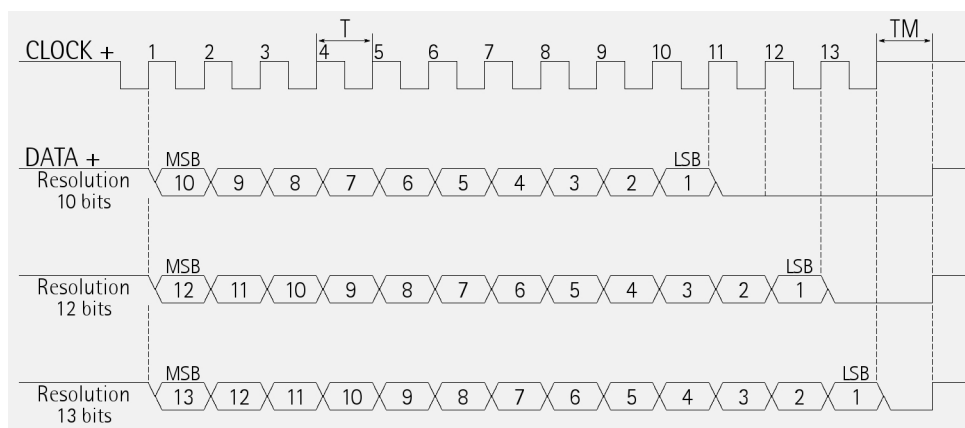
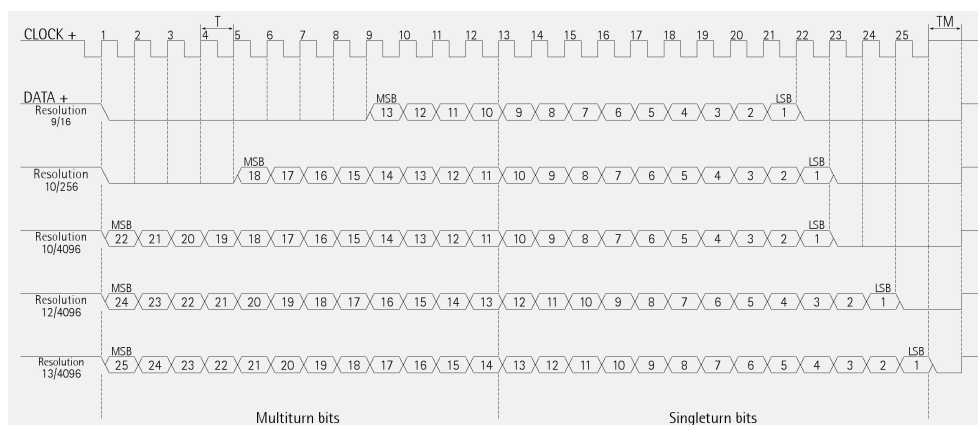

Figura 2 - Esempi schema protocollo ad albero monogiro
Figura 3 - Esempi schema protocollo ad albero multigirotto
5.3 PROTOCOLLO AD ALBERO "TREE FORMAT" (Figura 2 e Figura 3)
CONFIGURAZIONE), i bit non utilizzati sono forzati al livello logico BASSO (0) e precedono l'informazione multigirotto da un lato e seguono l'informazione monogirotto dall'altro. E' evidente che il protocollo ad albero è incompatibile con encoder monogirotto oltre i 13 bit ed encoder multigirotto oltre i 25 bit (e comunque con parte monogirotto oltre i 13 bit). Nelle Figure sono riportati alcuni esempi del protocollo TREE FORMAT rispettivamente a 13 bit monogirotto (Figura 2) e a 25 bit multigirotto (Figura 3) con numero di clock standard.